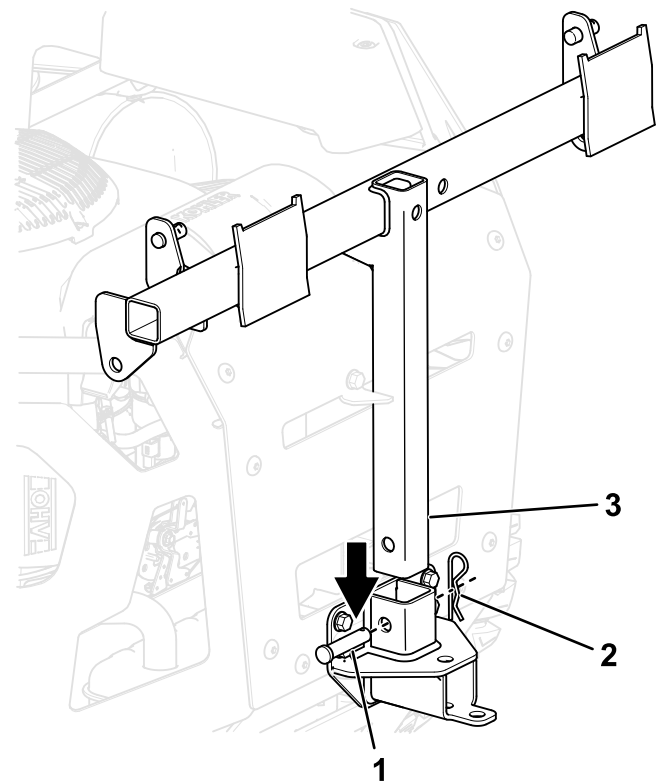

Figure 15
4. Montez le cadre du système de ramassage sur le support du système de ramassage à l'aide du long axe de chape et d'une goupille fendue (Figure 15).